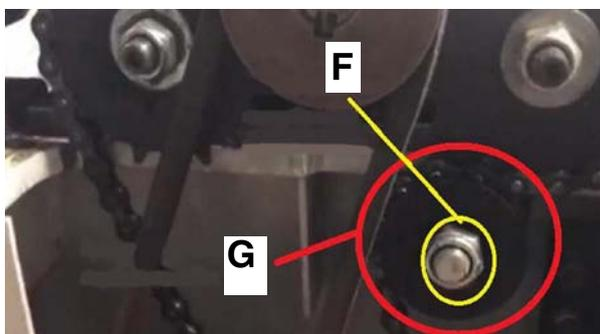
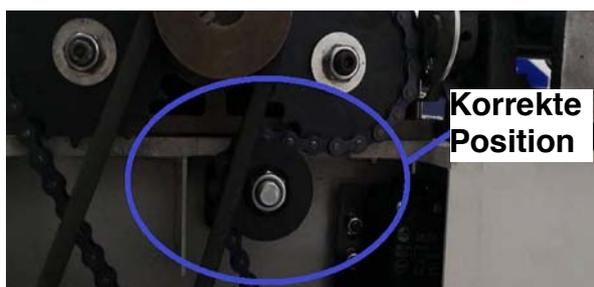

Abb. 26: Zahnrad lösen
Abb. 27: Korrekte Position des Zahnrad
Schritt 4: Lösen Sie die Schraube (F, Abb.26) und Drücken Sie das Zahnrad nach links um die Spannung der Kette zu erhöhen (G, Abb.26).
Schritt 5: Ziehen Sie die Schraube (F, Abb.26) fest sobald sich das Zahnrad in der richtigen Position befindet (Abb.27).